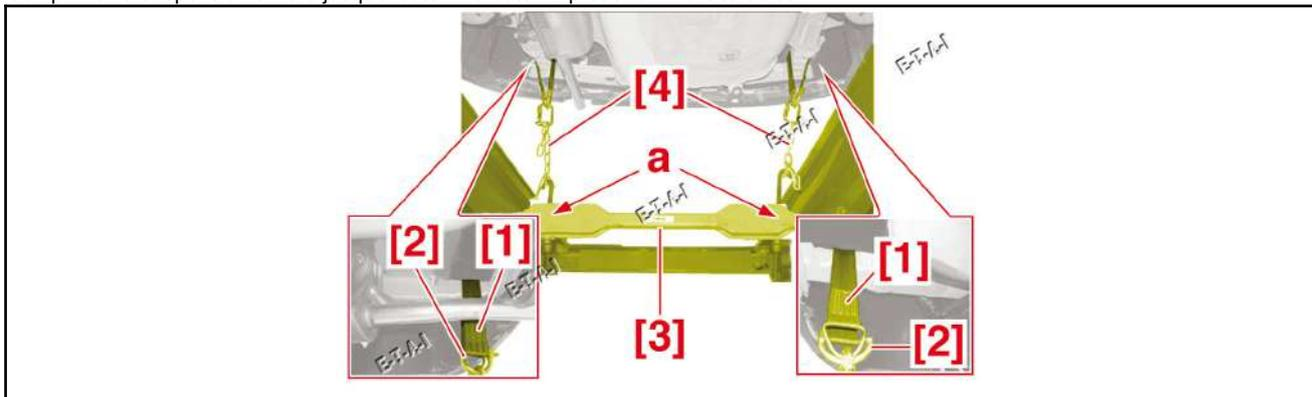

Fig.3
- Mettre en place les outils [1], [2], [3] et [4] sur l'arrière du véhicule, autour des fixations des absorbeurs de choc, en bout de longerons(Fig.3)..